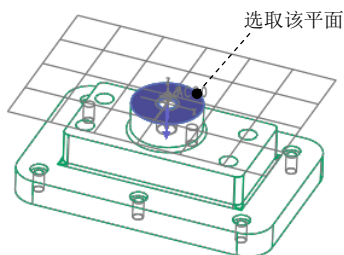
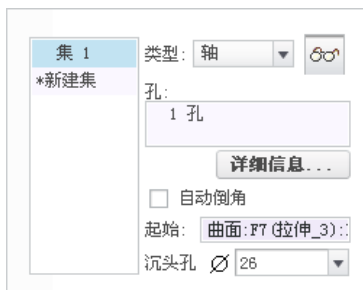

图 4.1.49 选取起始曲面
图 4.1.50 “参考”设置界面
Step4. 在“沉头孔加工”操控板中单击 **参考** 按钮，在弹出的“参考”设置界面中单击 **孔** 列表框，然后在模型树中选取钻孔组 DRILL_GROUP_1 节点，单击 **起始:** 文本框，在图形区选取图 4.1.49 所示的参考模型表面，在沉头孔 $\varnothing$ 文本框中输入数值 26，此时“参考”设置界面显示如图 4.1.50 所示。